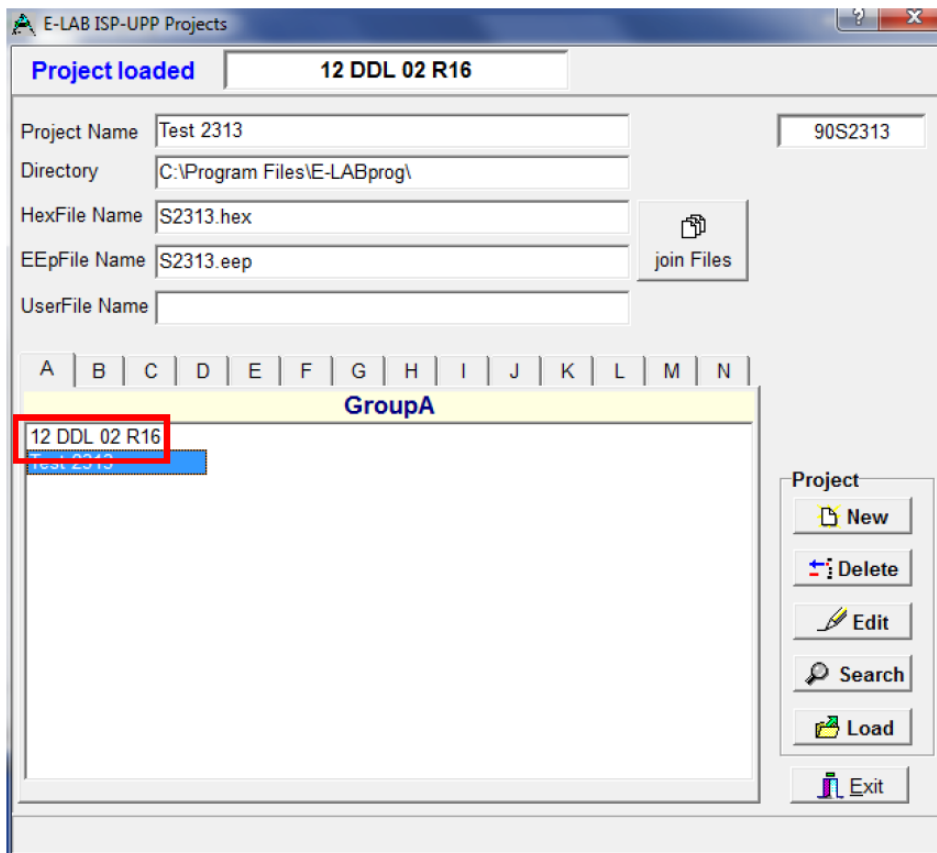

Рисунок 6
1.2.6 Файл встроенного ПО теперь загружен в программное обеспечение E-LAB ISP-ICP (рисунок 6).